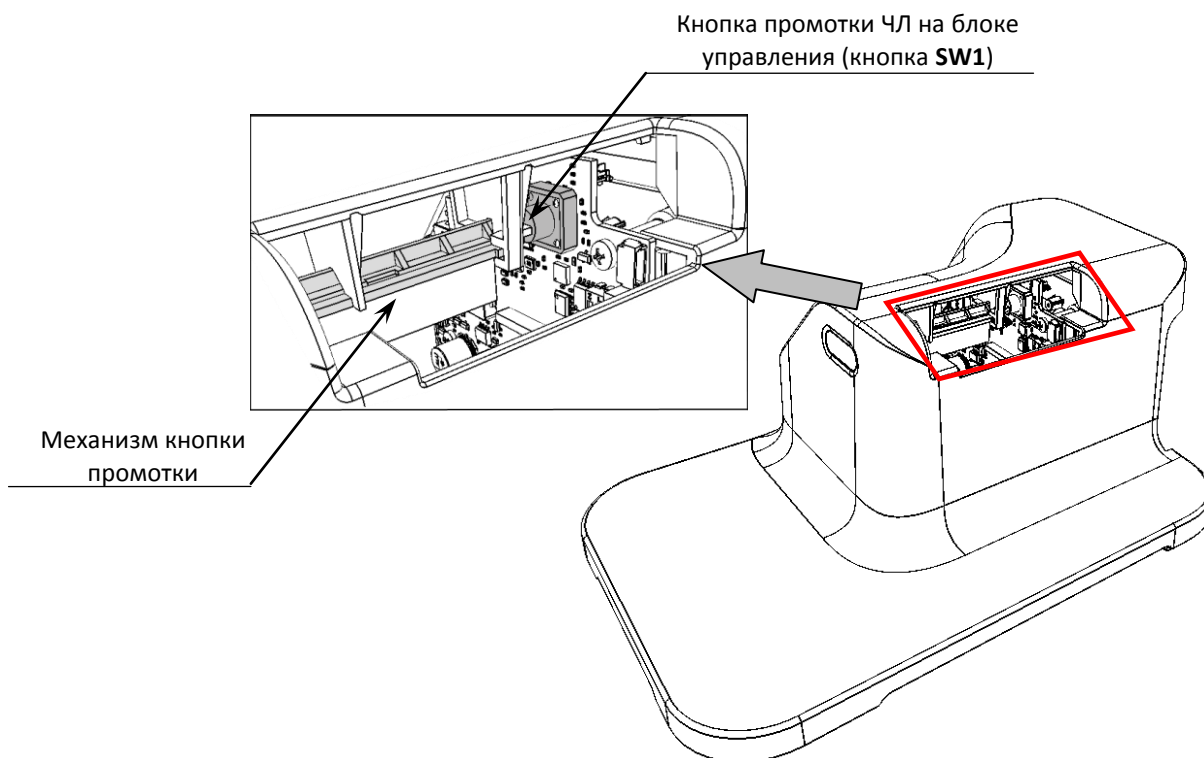

Рисунок 27. Положение механизма кнопки промотки во внутренней части корпуса ККТ (боковая металлическая стенка и крышка лотка условно не показаны)
18. Установить верхнюю часть корпуса на дно. При установке нужно учесть расположение механизма кнопки промотки ЧЛ, которая зафиксирована в верхней части корпуса ККТ (во внутренней ее части). Механизм кнопки промотки должен быть точно установлен и плотно соприкасаться с кнопкой промотки блока управления (рисунок 27).